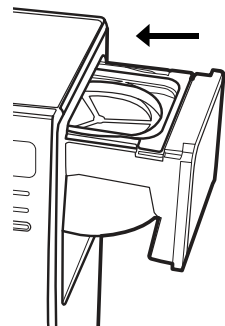

Figura 6
4. Deslice el compartimiento de la canasta de colado de nuevo en su lugar (Figura 6).